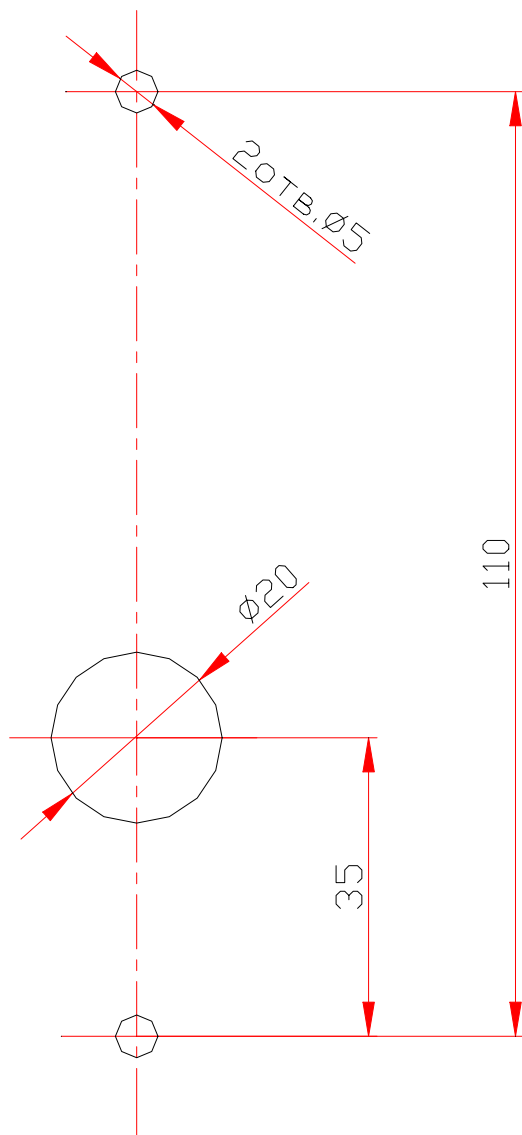

Рис. 8. Разметка отверстий для установки считывателя
3. Произведите разметку и разделку отверстий на установочной поверхности для крепления считывателя и проводки его кабеля (см. рис. 8).